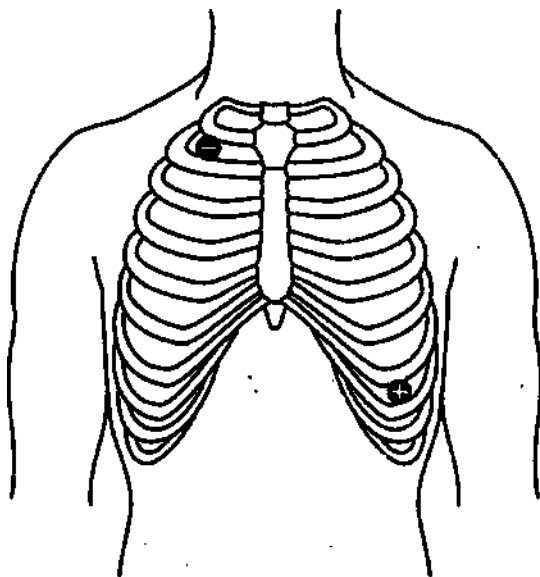

Рис. 39. Схема наложения электродов на тело пациента
- 4) Для регистрации сигнала ЭКГ используют один биполярный канал. Кроме того можно использовать чашечковые электроды, предварительно заполненные токопроводящей адгезивной пастой, или одноразовые электроды с коннектором «кнопка» и соответствующими кабелями отведения. Согласно AASM рекомендуется использовать модифицированное II стандартное отведение с наложением электродов на тело пациента согласно схеме, представленной на рис. 39. Кожу в местах наложения электродов предварительно обезжирьте с помощью спиртовой салфетки. Наложённые чашечковые электроды дополнительно закрепите при помощи медицинского пластыря (на коже) или пасты с высокими адгезивными свойствами (в случае густого волосяного покрова). Для этого поверх электрода и начального отрезка отводящего кабеля положите небольшую марлевую салфетку, пропитанную пастой, плотно прижмите к электроду. Дайте ей высохнуть. После завершения обследования остатки пасты удалите теплой водой. Подключите наложенные электроды кабелями отведения к электронному блоку системы согласно монтажу.